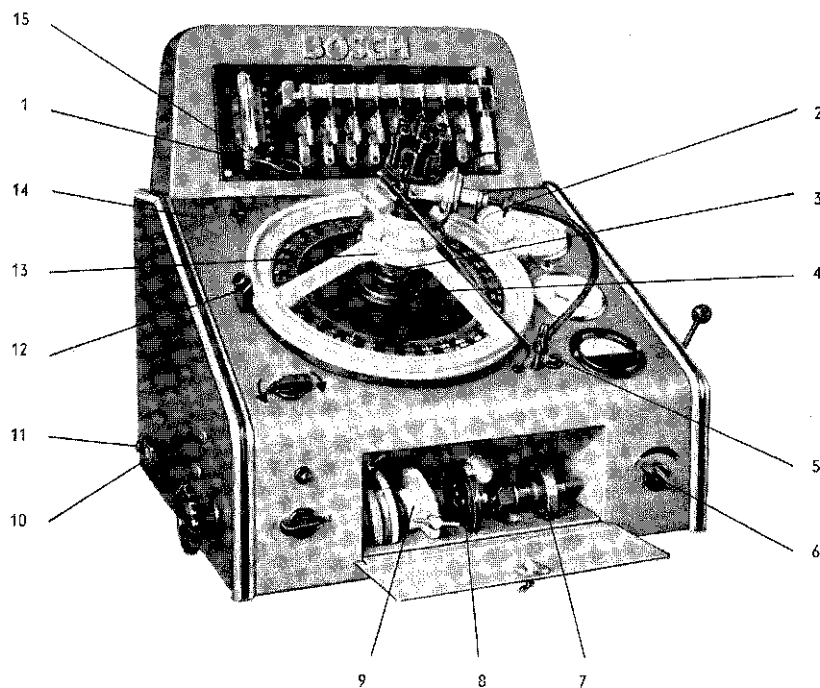

Bild 2
A) Prüfen der Schließ- und Öffnungsdauer (Schließwinkel) des Unterbrechers (Bild 2)
B) Überprüfen der Nockengeometrie (Bild 2)
C) Prüfen des Zündabstands bzw. der Nockenversetzung (Bild 2)
1. Verstelllinien-Prüfung mit der im Prüfstand **eingebauten** Zündspule (Bild 2)